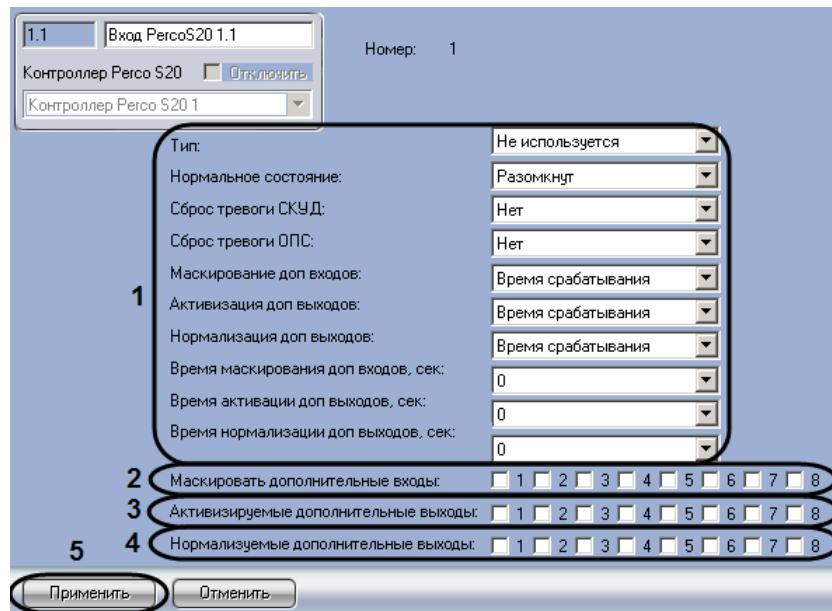

Рис. 3.3—7 Настройка входа
- Задать параметры входа (см. Рис. 3.3—7, 1, Таб. 3.3—3).